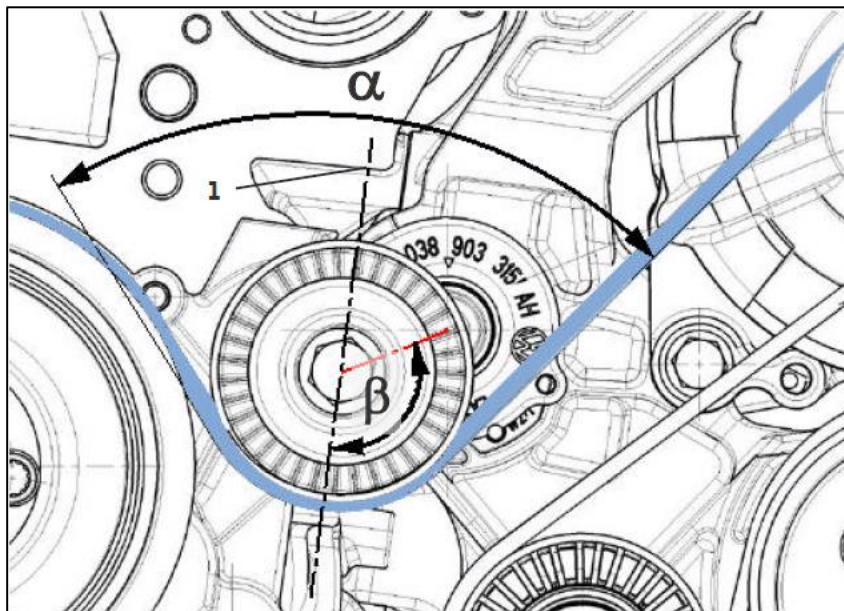

Fig. 9: Andamento della cinghia attorno al tendicinghia
Una guida della cinghia diversa da quella di serie, che prevede il passaggio della cinghia sul rullo di inversione del tendicinghia, può avere forti effetti negativi sul funzionamento del tendicinghia. La bisettrice (1) tra il tratto ascendente e il tratto discendente della cinghia nel campo di lavoro dovrebbe essere quasi perpendicolare ($\beta \approx 90^\circ$) al braccio della leva del tendicinghia (fig. 9).